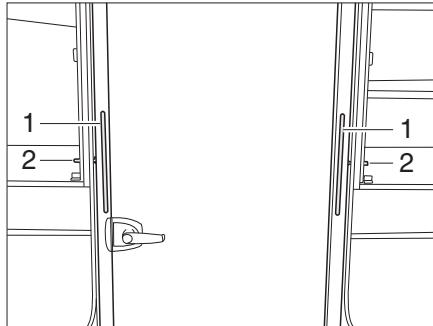
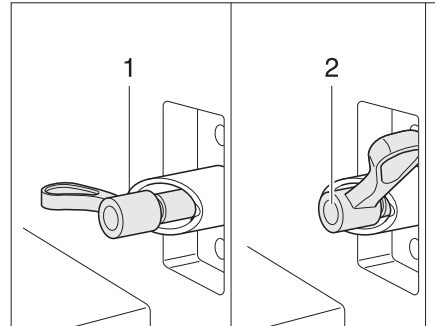

Fig. 222 Cuarto de aseo, introducido
Fig. 223 Bloqueo del cuarto de aseo
- Abrir las puertas del armario ropero de ambos lados del cuarto de aseo (Fig. 222).
- De ambos lados, girar el pestillo con muelle (Fig. 222,2) media vuelta. El ala de la palanca de bloqueo deberá encontrarse en la posición más alta del casquillo achaflando (Fig. 223,1).
- Extraer el cuarto de aseo tirando de los tiradores (Fig. 222,1) hasta el tope sin ladearlo.
- Girar el pestillo con muelle de cada lado media vuelta de regreso y dejar que engatille (Fig. 223,2).
- Introducir el cuarto de aseo tirando de los tiradores (Fig. 222,1) hasta el tope sin ladearlo.